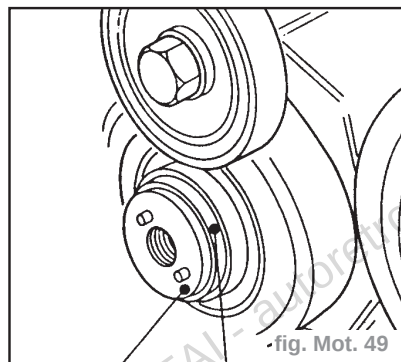

fig. Mot. 49
- l'adaptateur (1) et extracteur de pignons (2), pièces de l'extracteur **KM-8076**,
- l'adaptateur (1) dans le couvercle du carter de distribution et extracteur de pignon (2) dans le pignon de la pompe d'injection (fig. Mot. 49).
- Déposer l'adaptateur (1) et l'extracteur (2) du couvercle du carter de distribution (fig. Mot. 49).